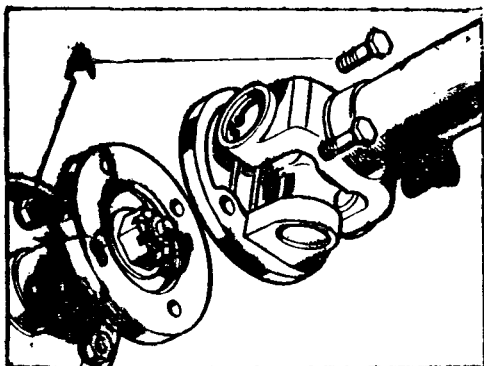

Fig. C-15 Árbol de transmisión para el eje delantero
- 1.4. Retirar los elementos de fijación, A (Fig. C-15) del árbol de transmisión delantero.